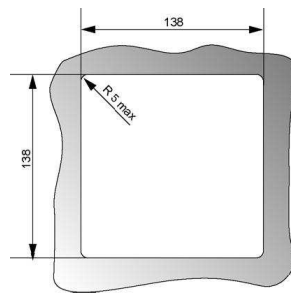

Figure 1
1. Réaliser une découpe du panneau, selon la *Figure 1*.